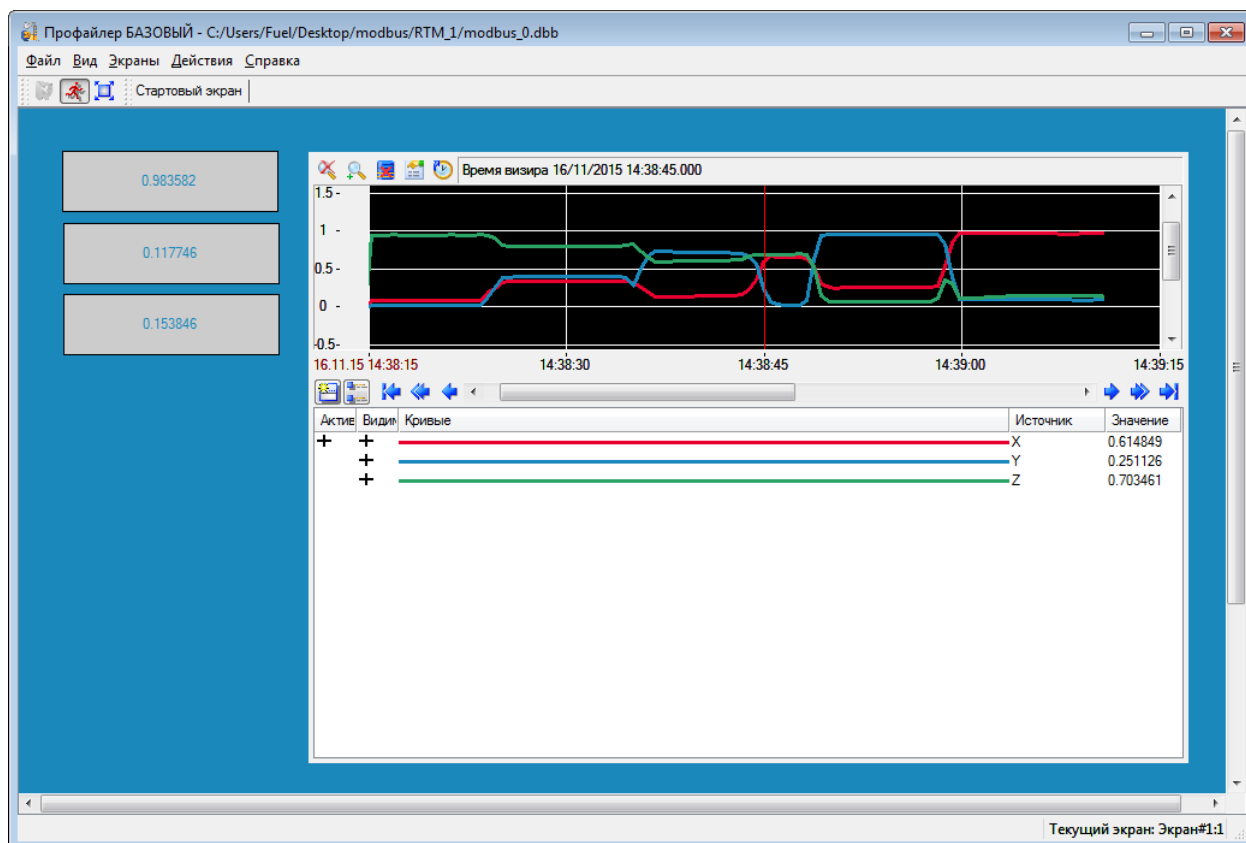

Рисунок 37.
5) Сохраняем проект на жесткий диск и для монитора реального времени. Запускаем профайлер. Результат работы отображен на Рисунок 37 (в процессе записи тренда датчику меняли положение в пространстве).